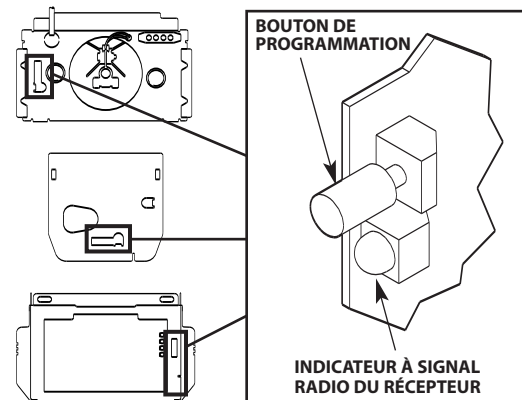

Fig. 1
Étape 2-2 Appuyer et relâcher le bouton de programmation du code **Fig. 1**.